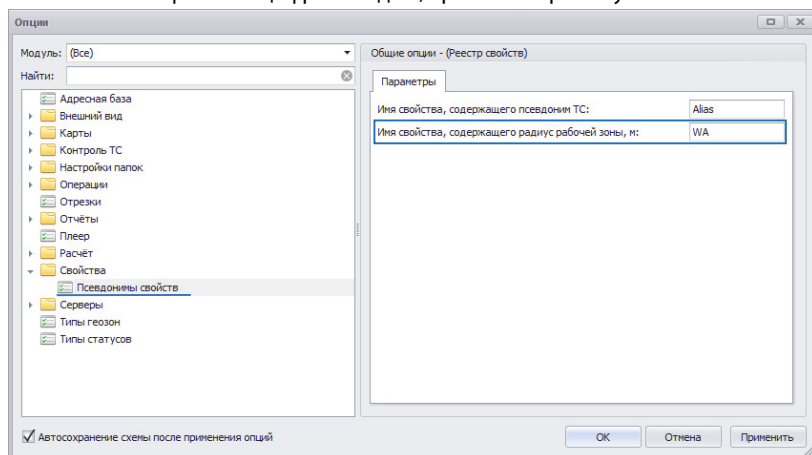

Рис.233. Имя свойства, содержащего радиус рабочей зоны.
- перейти в меню «Опции», в раздел настроек *Свойства – Псевдонимы свойств* (Рис.233);